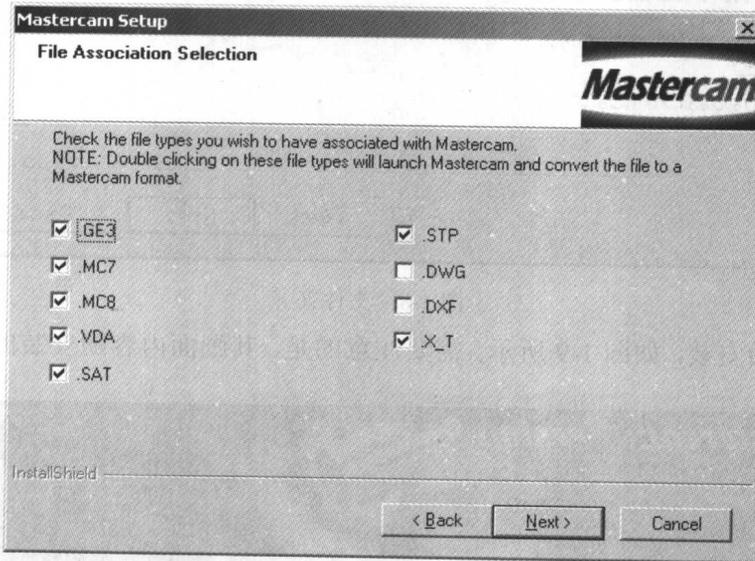

图 1-11 文件格式对话框
11. 后置处理器安装完毕后，系统显示一个对话框，如图 1-11 所示。要求选取与 Mastercam 系统相关的文件格式，可全部选取，然后单击对话框中的【Next】按钮，继续安装。